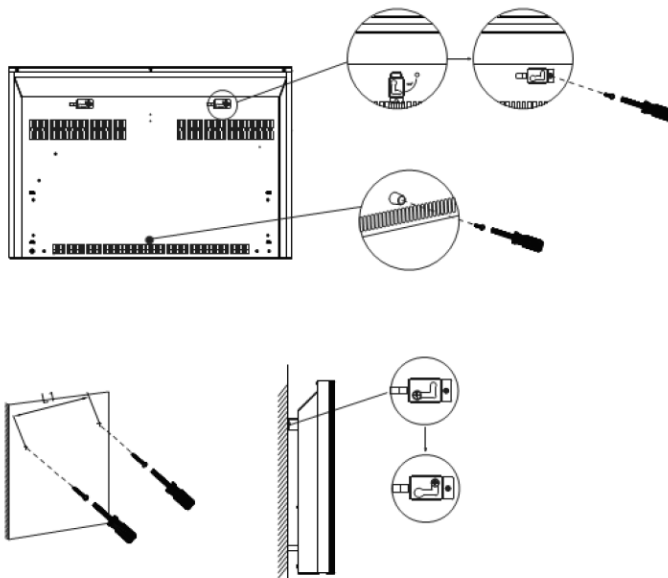

Рисунок 4
6. Присоедините крепежные кронштейны к корпусу конвектора вставив их в отверстия в задней панели, и поверните их против часовой стрелки на 90°, после чего закрепите винтами. Также прикрутите с помощью винта к задней панели конвектора резиновый ограничитель по центру внизу (см. рис. 4).